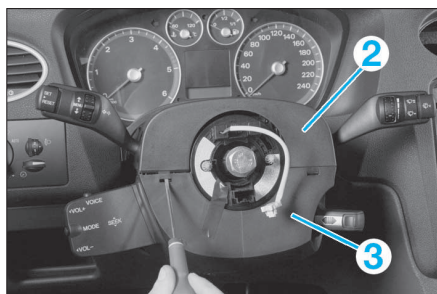

FIG. 6
- les garnitures (2) et (3) de la colonne de direction (Fig.6).